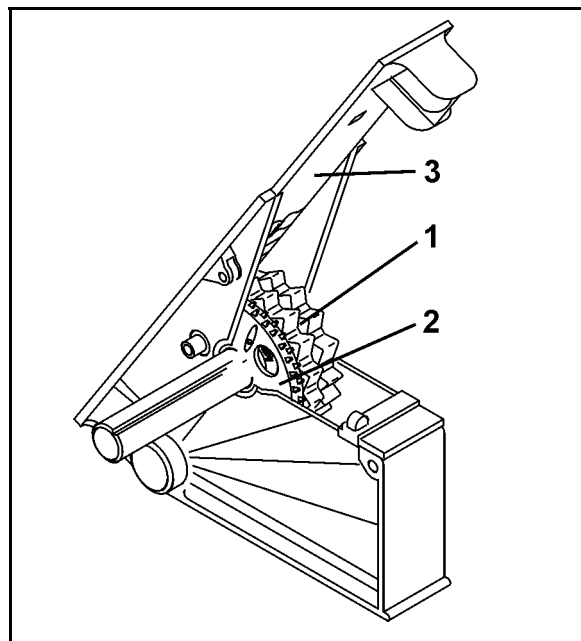

Fig. 12
- o een normaal zaaiwiел (Fig. 12/1) en
- o een fijn zaaiwiел (Fig. 12/2).
De doseerschuiф (Fig. 12/3) kan in 3 standen worden vastgezet en moet afhankelijk van de soort zaad worden ingesteld.